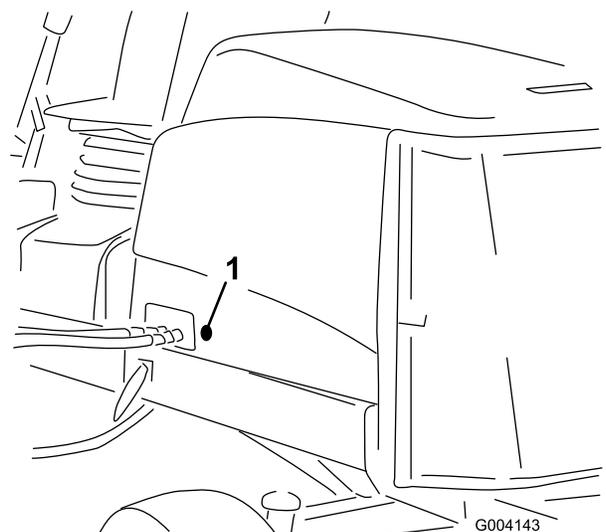

Рисунок 17
- Извлеките резиновую втулку из отверстия с левой стороны капота (Рисунок 17).